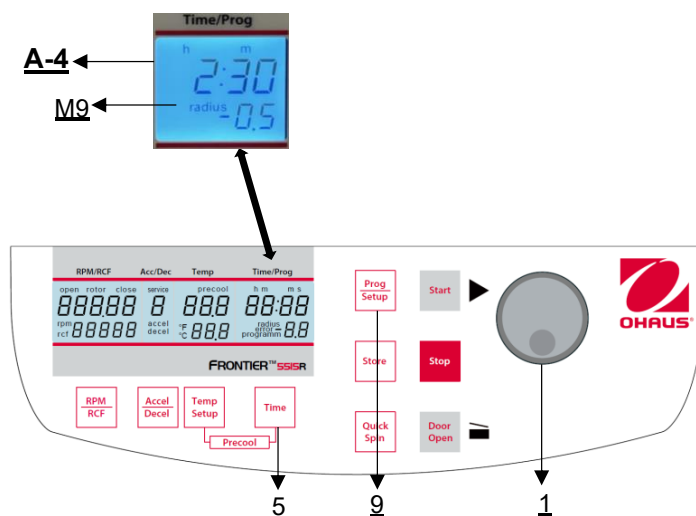

Figure 21
Fermer d'abord le couvercle de la centrifugeuse, puis appuyer simultanément sur les touches "**Time**" (5) et "**Prog/Setup**" (9) et les maintenir enfoncées (voir figure 21).